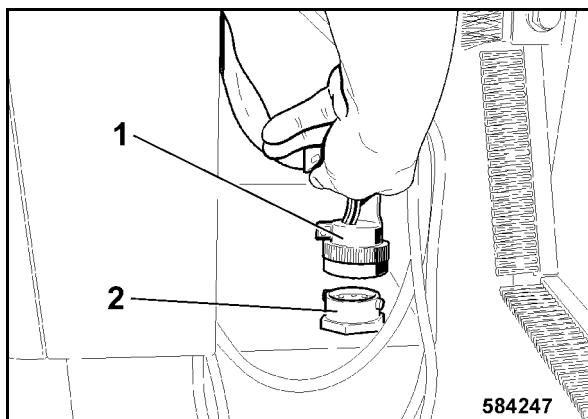

Fig. 220
- Encajar la clavija 1 (Fig. 220) en la caja de enchufe (2).